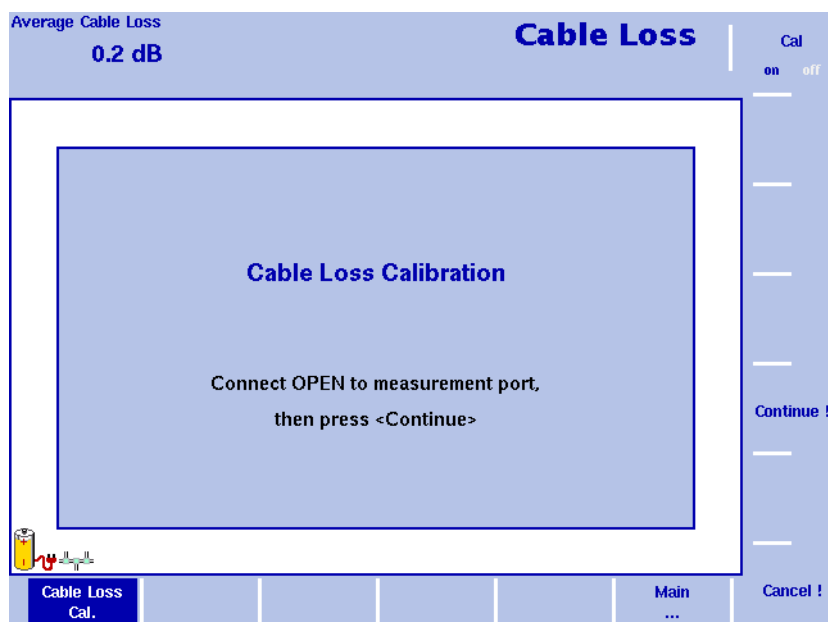

图 53 Cable Loss Calibration 菜单
- 3 如图 53 所示，9102 将通过屏幕提示引导您逐步完成校准任务。在出现图 49 所显示的提示时，请将校准工具连接到测试端口延长线，再按下 Continue。您可以通过按下 Cancel! 软键取消校准任务。